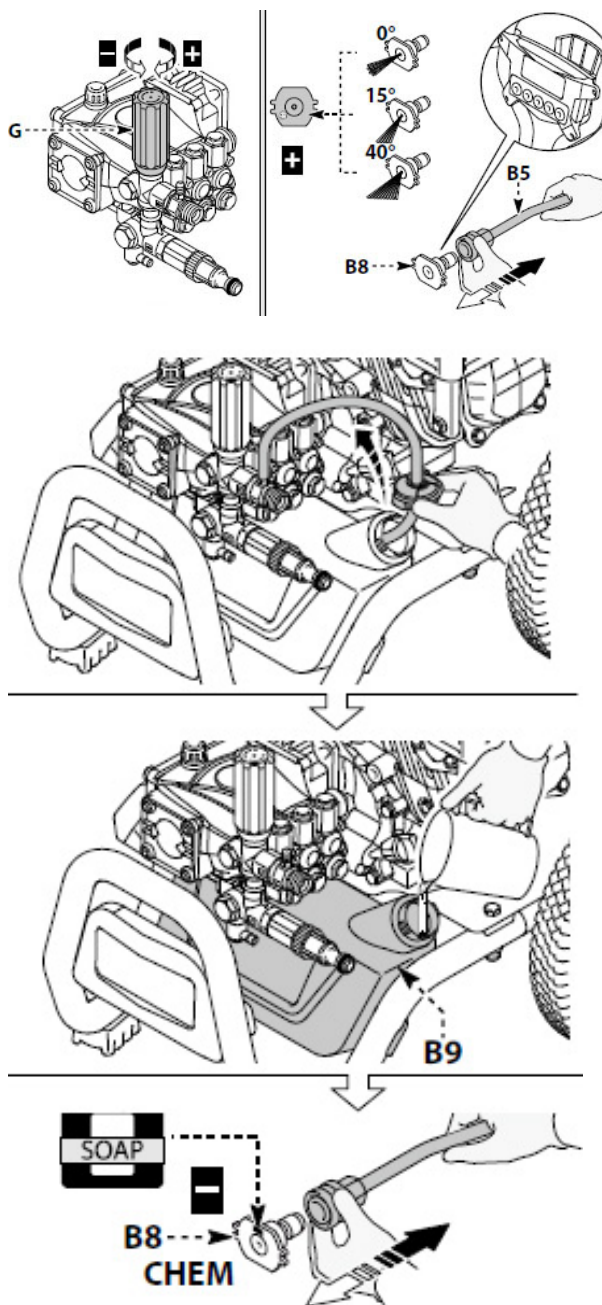

Abb. 9: Einstellungen
8.3 Einstellungen (Abb. 9)
Den Tank (Pos. B9, Abb. 9) mit einem hochgradig biologisch abbaubarem Reinigungsmittel füllen.